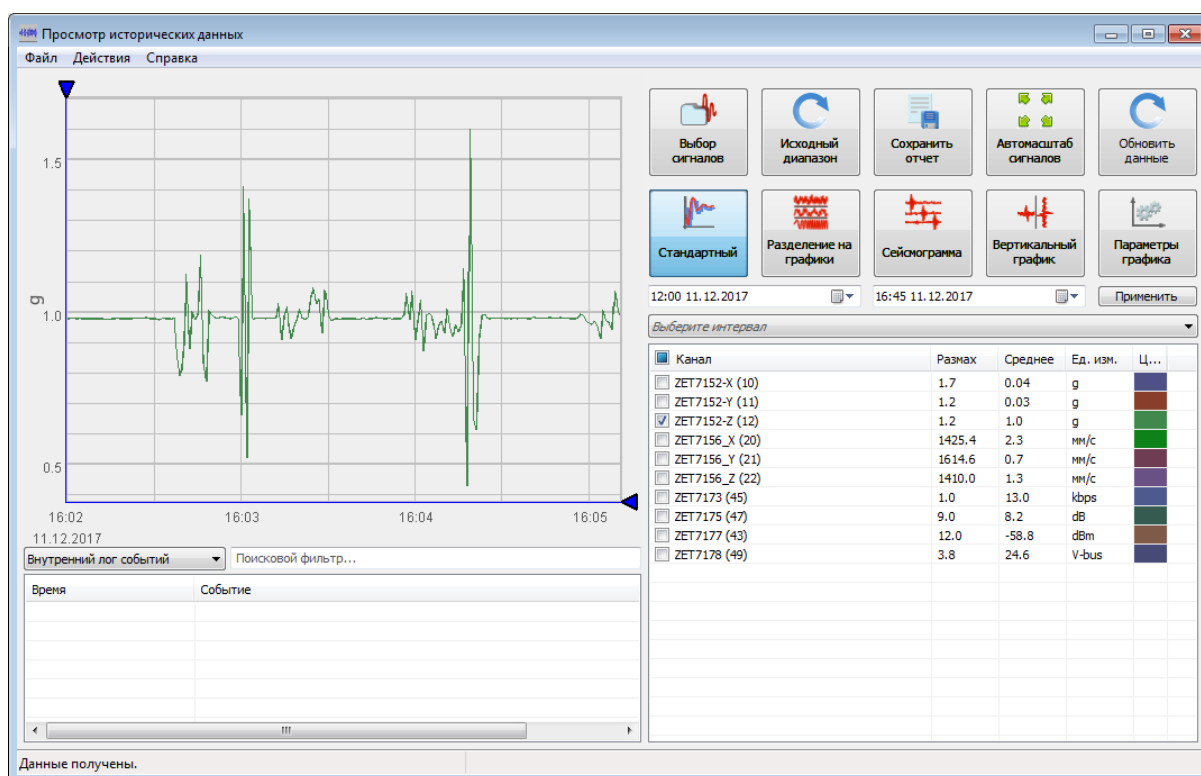

Рис. 4.4 Программа «Просмотр трендов»
7. В случае нажатия кнопки «OK» откроется окно программы «Просмотр трендов» (Рис. 4.4), предназначенной для анализа записанных сигналов.